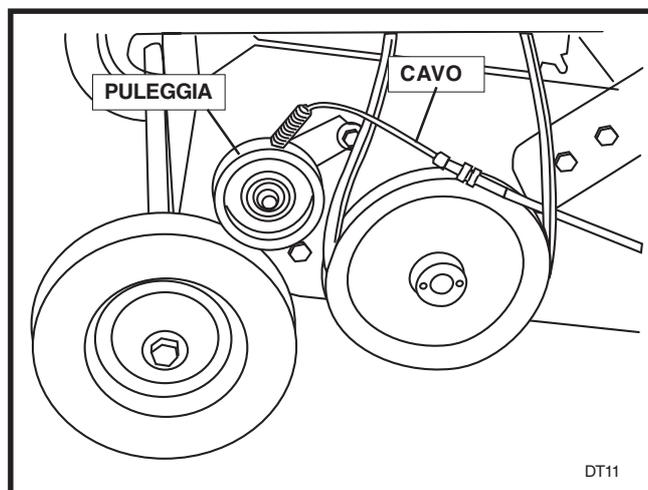

FIGURA 4
15. Rimuovere il carter della cinghia. Rimuovere il cavo rimuovendo la puleggia. Vedere Figura 4. Fissare un nuovo cavo e rimontare la puleggia. Conservare il cavo vecchio per utilizzarlo quando il raccoglierba non è impiegato.